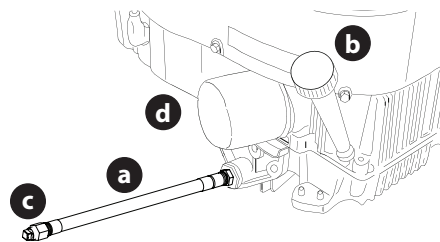

Figura 33
- Ubique la manguera de drenaje de aceite (a) que está en el costado del motor (Figura 33).
- Para recoger el aceite usado, coloque un recipiente adecuado con al menos una capacidad de 2.5 cuartos de galón (2.37 litros) debajo de la abertura de la manguera de drenaje de aceite. Retire el tapón de llenado de aceite/la varilla de nivel de aceite (b) del tubo de llenado (Figura 33).
3. Mientras sostiene el extremo libre de la manguera de drenaje de aceite sobre el recipiente de recolección de aceite, desenrosque el tapón con cabeza cuadrada de la manguera (c) del extremo de la manguera de drenaje de aceite (Figura 33 en la página 63). Drene el aceite del motor dentro del recipiente.
5. Extraiga el filtro de aceite (d) y drene en el recipiente recolector (Figura 33 en la página 63).
6. Vuelva a colocar el filtro de aceite (d) y cargue el motor con aceite nuevo según las instrucciones del Manual del operador del motor (Figura 33 en la página 63).